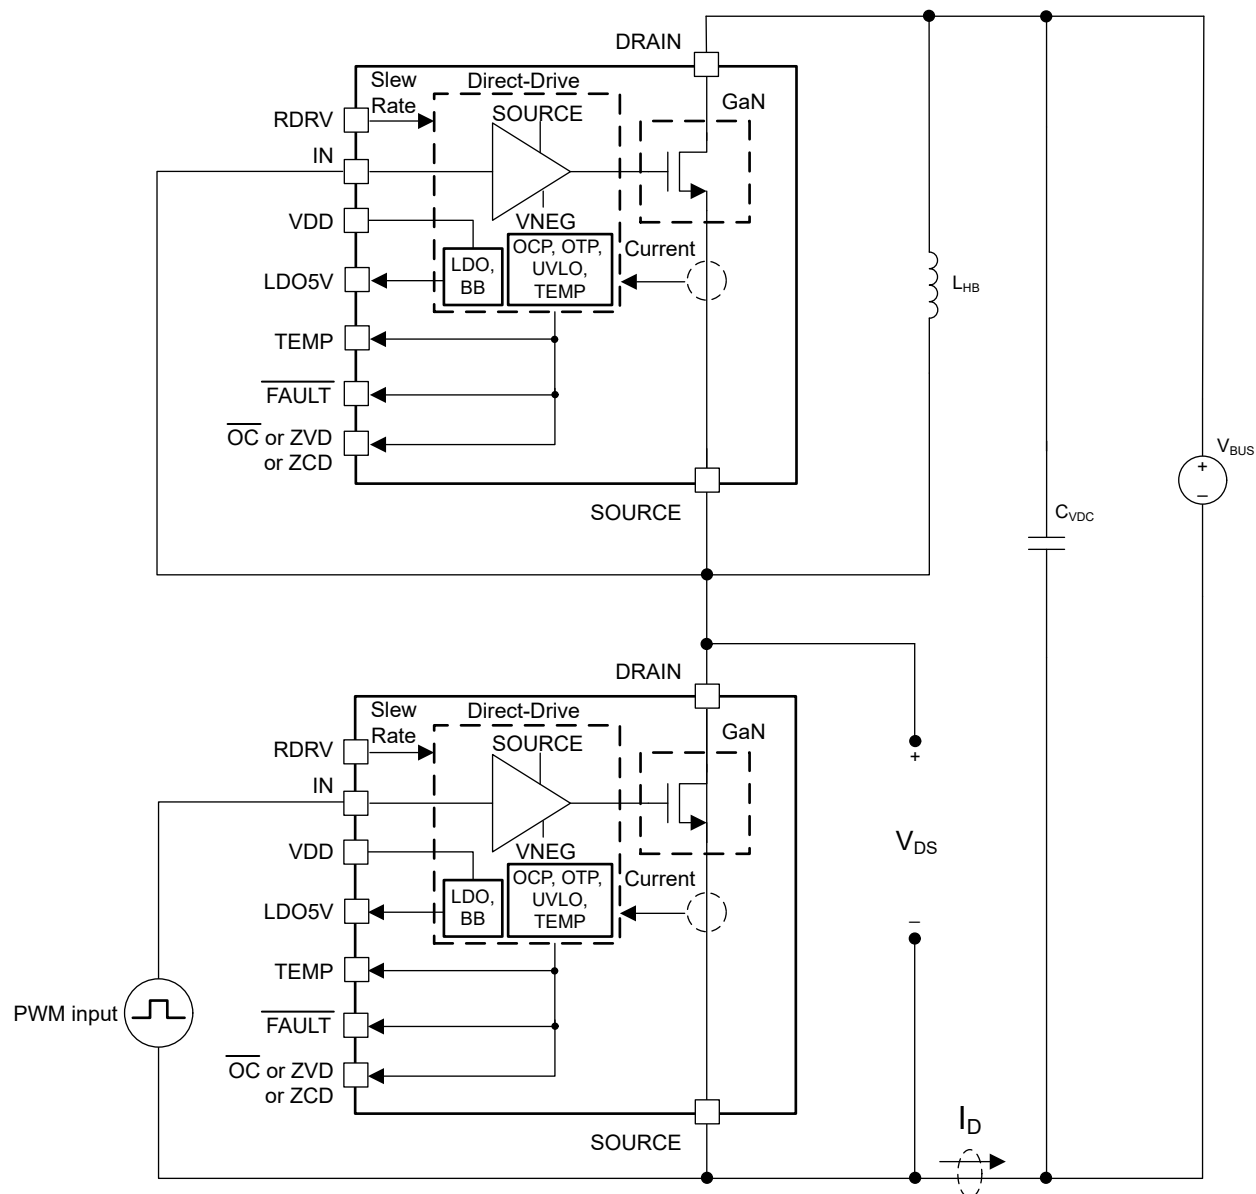
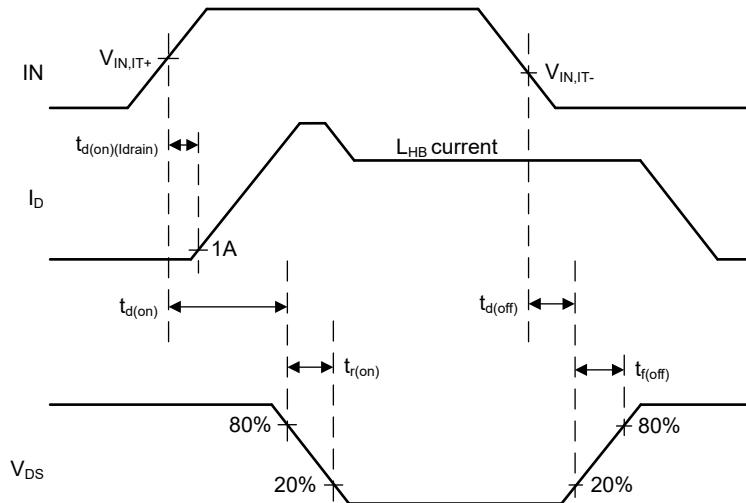

図 6-1. スイッチング・パラメータの決定に使用する回路
図 6-2. 伝搬遅延とスルーレートを決定するための測定値
| ターンオンのスルーレート           |                                | V DS < 320V から V DS < 80V まで、RDRV を LDO5V から切断、R RDRV = 300kΩ、T J = 25°C、V BUS = 400V、L HB 電流 = 10A、 <a href="#">図 6-1</a> を参照してください |       | 20     |       | V/ns |
|                        |                                | V DS < 320V から V DS < 80V まで、RDRV を LDO5V に接続、T J = 25°C、V BUS = 400V、L HB 電流 = 10A、 <a href="#">図 6-1</a> を参照してください                            |       | 90     |       | V/ns |
|                        |                                | V DS < 320V から V DS < 80V まで、RDRV を LDO5V から切断、R RDRV = 0Ω、T J = 25°C、V BUS = 400V、L HB 電流 = 10A、 <a href="#">図 6-1</a> を参照してください    |       | 150    |       | V/ns |
| t d(on)(I drain ) | ドレイン電流ターンオン遅延時間                     | V IN > V IN,IT+ から I D > 1A、V BUS = 400V、L HB 電流 = 10A、 <a href="#">図 6-1</a> および <a href="#">図 6-2</a> を参照してください    |     | 28  | 42  | ns |
| t d(on)                          | ターンオン遅延時間                           | V IN > V IN,IT+ から V DS < 320V、V BUS = 400V、L HB 電流 = 10A、 <a href="#">図 6-1</a> および <a href="#">図 6-2</a> を参照してください |     | 33  | 54  | ns |
| t r(on)                          | ターンオンの立ち上がり時間                       | V DS < 320V から V DS < 80V、V BUS = 400V、L HB 電流 = 10A、 <a href="#">図 6-1</a> および <a href="#">図 6-2</a> を参照してください                 |     | 2.8 | 4.3 | ns |
| t d(off)                         | ターンオフ遅延時間                           | V IN < V IN,IT- から V DS > 80V、V BUS = 400V、L HB 電流 = 10A、 <a href="#">図 6-1</a> および <a href="#">図 6-2</a> を参照してください  |     | 48  | 69  | ns |
| t f(off)                         | ターンオフ立ち下がり時間 (1)         | V DS > 80V から V DS > 320V、V BUS = 400V、L HB 電流 = 10A、 <a href="#">図 6-1</a> および <a href="#">図 6-2</a> を参照してください                 |     |     | 22  | ns |
|                                             | FET ターンオンの最小 IN High パルス幅           | V IN 立ち上がり/立ち下がり時間が 1ns 未満、V DS が 200V 未満、V BUS = 400V、L HB 電流 = 10A、 <a href="#">図 6-1</a> を参照してください                           |     |     | 24  | ns |
図 6-1 に、ほとんどのスイッチング・パラメータの測定に使用する回路を示します。この回路の上部デバイス、第 3 象限モードでのみインダクタ電流を再循環するために使用されます。下部デバイスはアクティブ・デバイスで、目的のテスト電流までインダクタ電流を増加させます。その後下部デバイスがオフおよびオンになり、特定のインダクタ電流でスイッチング波形が生成されます。ドレイン電流（ソース側）とドレインソース間電圧の両方を測定します。図 6-2 に、具体的なタイミング測定値を示します。TI は、ダブル・パルス・テストとしてハーフブリッジを使用することを推奨します。過剰な第 3 象限動作により、上部デバイスが過熱する可能性があります。